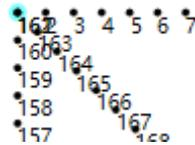

图 5.8.3 选中点
②选中需要设为基准点的点，以第一点为例，选中的点会显示为蓝色外框。如下图 5.8.3 所示。